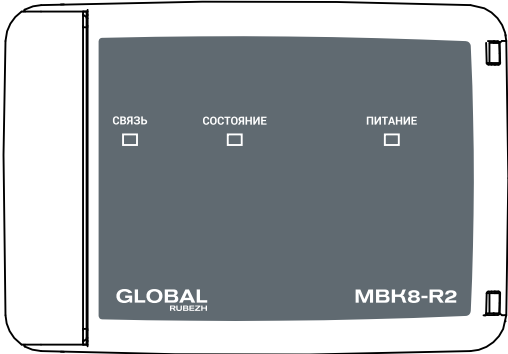

Рисунок 1
- 5.1 Модуль конструктивно выполнен в пластмассовом корпусе. Корпус состоит из двух частей – основания и крышки. Крышка имеет три окна для индикаторов СВЯЗЬ, СОСТОЯНИЕ и ПИТАНИЕ (рисунок 1). Крышка откидная, фиксируется на основании с помощью двух замков.